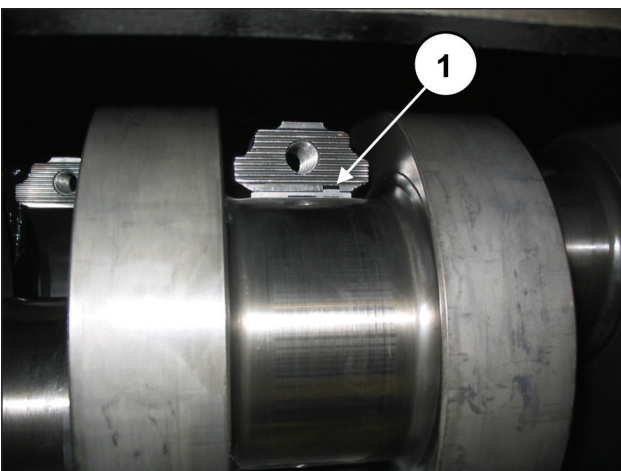

Fig. 58
**Per un corretto montaggio dei semicuscinetti assicurarsi che la linguetta di riferimento dei semicuscinetti venga posizionata nell'apposito alloggiamento sulla semibiella (pos. ①, Fig. 58).**